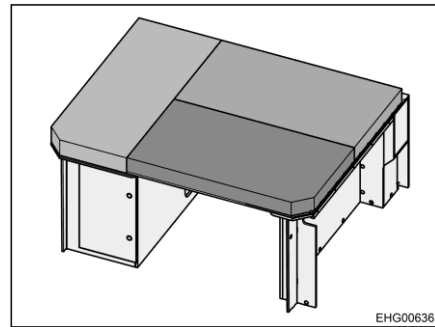

Bild 32 Bakre säng (ombyggnad för sänggående)
- Lägg ut dynorna enligt Bild 32 på sängytan.